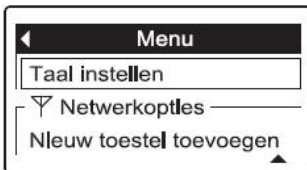

РИС. 104
С прокручивающихся экранов статуса нажать ВЫБРАТЬ (O). Нажать ВНИЗ (▼), чтобы прокрутить через список до выделения строки непосредственно **над** символом антенны () (См. Рисунок 104), затем нажать ВЫБРАТЬ (O). Нажать ВВЕРХ (▲) и прокрутить до **Английского** наверху списка, затем дважды нажать ВЫБРАТЬ (O). Дважды нажать ВЛЕВО (◀) для выхода из меню.